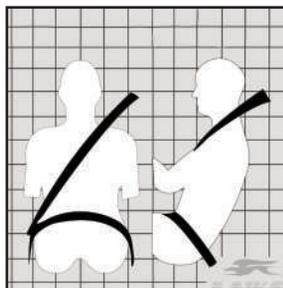

Figure 1 - Ceinture à 3 point
- Suivre l'exemple des figures 1 et 2 pour bien porter les ceintures de sécurité.